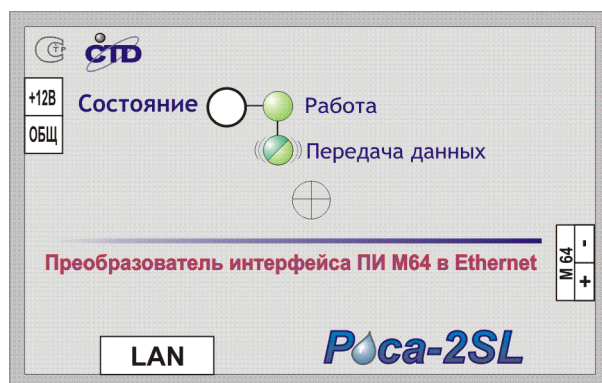

Рисунок 1. Внешний вид ПИ М64-Ethernet «Роса-2SL».
4.1. Лицевая панель преобразователя показана на рис. 1. Для подготовки к работе необходимо снять верхнюю крышку, для чего отвернуть крепёжный винт на лицевой стороне.